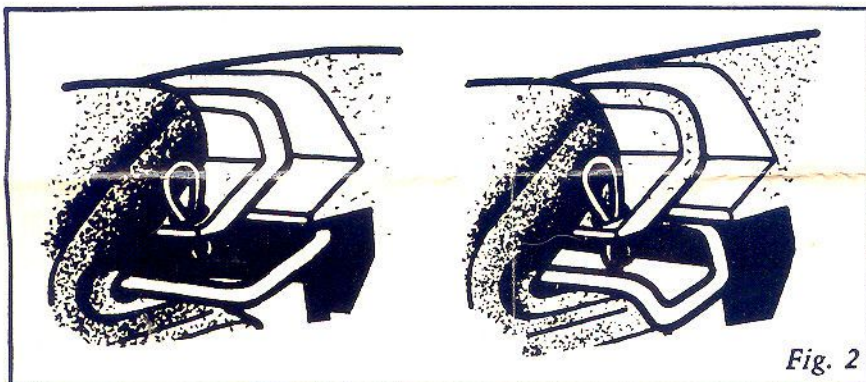

Fig. 2
- Remonter l'étrier sur le véhicule en respectant le bon positionnement des ressorts (fig. 2).
- * - Remontage sur le véhicule voir figure 2.